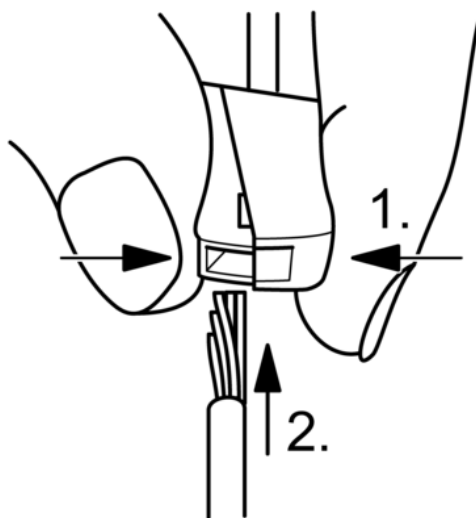

Рисунок 7: Подсоединение кабеля малого сечения
- Зажим сбоку прижать к прямоугольному отверстию и подсоединить кабель малого сечения (рисунок 7).